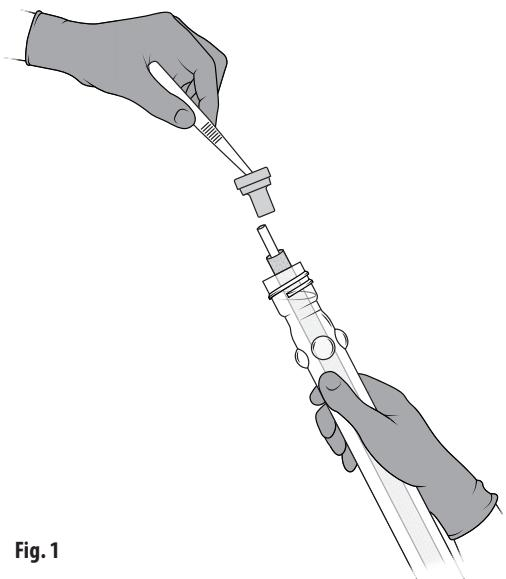

Fig. 1
3. Retire la tapa y deséchela. Retire el tapón con pinzas y deséchelo. Las pinzas también se deben desechar, ya que ahora se consideran no estériles. Fig. 1.